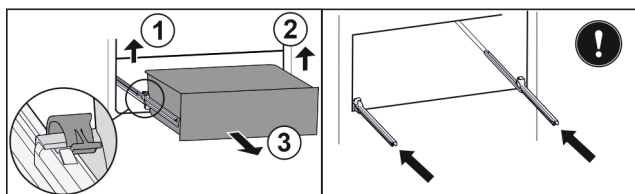

Fig. 155
- Linker klem optillen en gelijktijdig lade links naar voren trekken. Fig. 155 (1)
- Rechter klem optillen en gelijktijdig lade rechts naar voren trekken. Fig. 155 (2)
- Lade naar voren toe verwijderen. Fig. 155 (3)